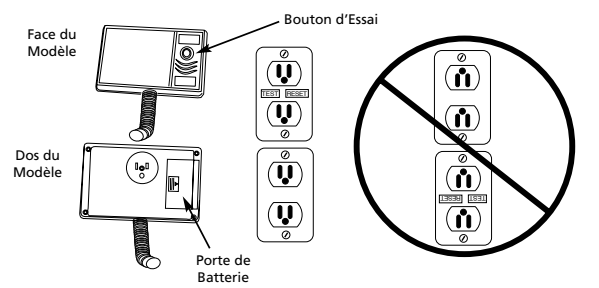

Figure 2 - Prises DDFT Requises et Positions en Option
MODÈLES AVEC AVERTISSEURS D'INONDATION (VOIR FIGURE 2)
- Un interrupteur pour protéger contre un défaut de mise à la terre (DDFT) est exigé (Figure 2).
- Introduire le cordon d'alimentation de la pompe directement dans une prise de courant (Voir Fig. 2).
- Le modèle doit être branché dans une prise telle qu'indiquée sur la Figure 2. Ne PAS brancher le modèle à l'envers, car ceci pourrait causer le débranchement de la pompe. Si votre prise est à l'envers, consulter un électricien qualifié pour la remettre en position avant de monter le modèle.